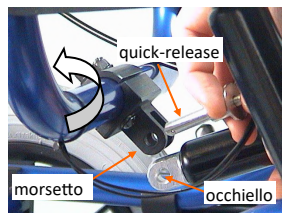

fig.2: Montante schienale
- Tirare il montante tramite i manici di spinta e portarlo in posizione verticale (fig. 2)